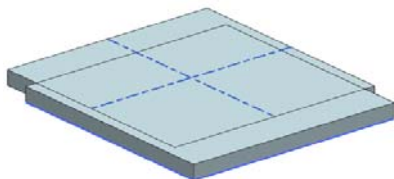

图 11-41 预览显示矩形腔体的中心线
(8) 在视图区预览显示矩形腔体的中心线, 如图 11-41 所示。